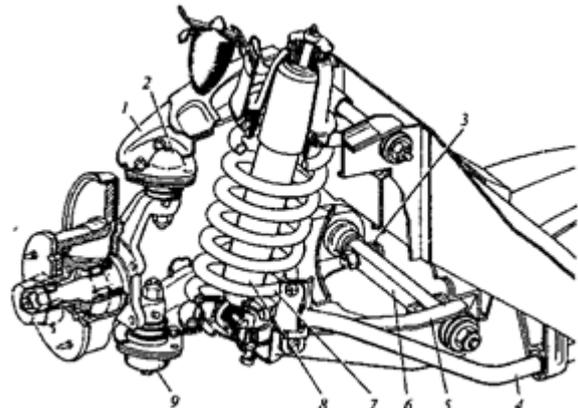

Рис. 1.13. Независимая подвеска
71. НАПРАВЛЯЮЩИЙ ЭЛЕМЕНТ ПОДВЕСКИ НА РИС. 1.13: